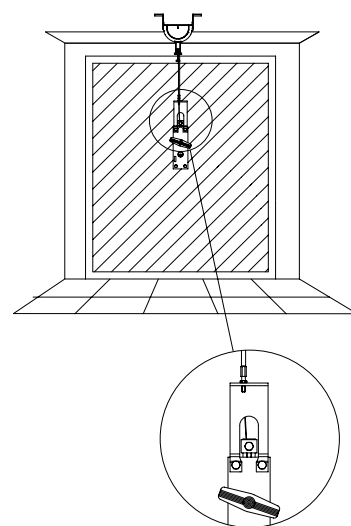

Fig. 23
- SET/S** Desbloqueio externo de maçaneta reentrante para portas seccionais máx. 50mm (fig.23).